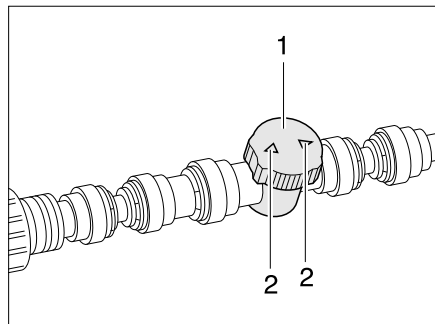

Bild 118 Regler Fußbodenerwärmung/
- Den Regler (Bild 118,1) auf die gewünschte Durchflussleistung stellen (max. Durchfluss = Pfeile (Bild 118,2) in Leitungsrichtung).
- Den Regler (Bild 118,1) so drehen, dass die Pfeile (Bild 118,2) quer zur Heizleitung stehen.